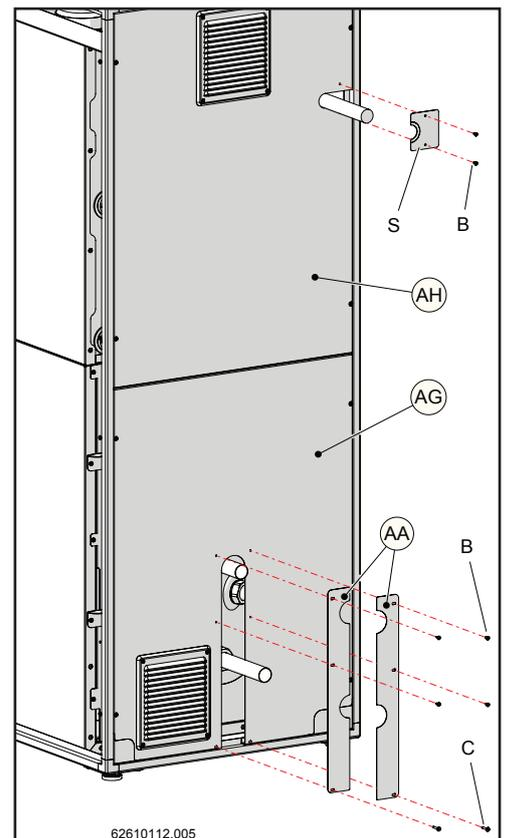

Figure 12-22
- 10.- Appliquer la feuille "S" sur la couverture (AH) avec les vis "B" (fig. 12-22) et appliquer les feuilles (AA) sur la couverture (AG) en utilisant les vis "B" et "C" puor le montage, comme le montre la fig. 12-22.